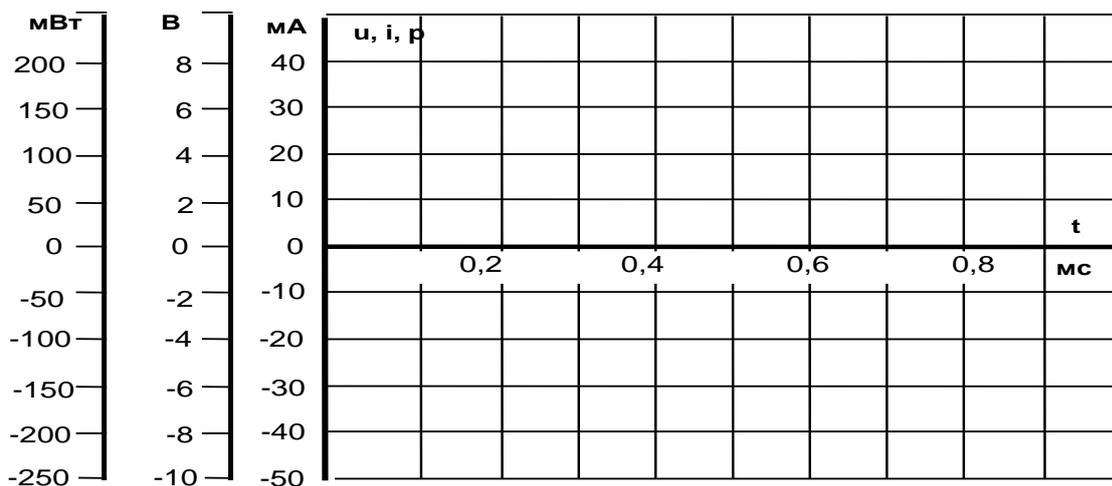

Рисунок 6.11 – График результатов измерений
- Перенесите данные таблицы 6.4 на график (рис.6.11).